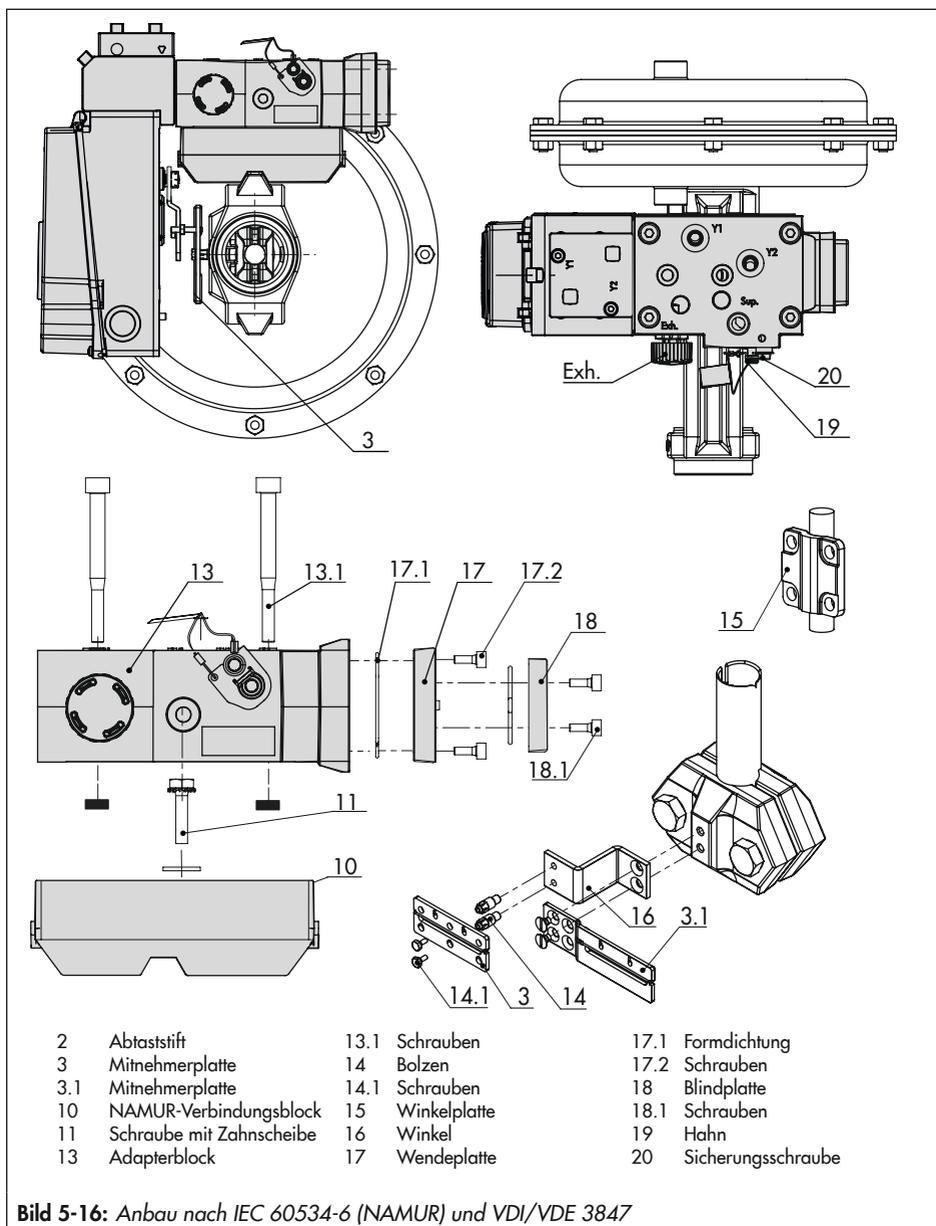

Bild 5-16: Anbau nach IEC 60534-6 (NAMUR) und VDI/VDE 3847
- Vgl. Bild 5-16
1. **Ventil Bauart 240, Antriebsgröße bis 1400-60 cm²:** Die beiden Bolzen (14) je nach Ausführung am Winkel der Kupplung oder direkt an der Kupplung festschrauben, die Mitnehmerplatte (3) aufstecken und mit den Schrauben (14.1) festziehen.